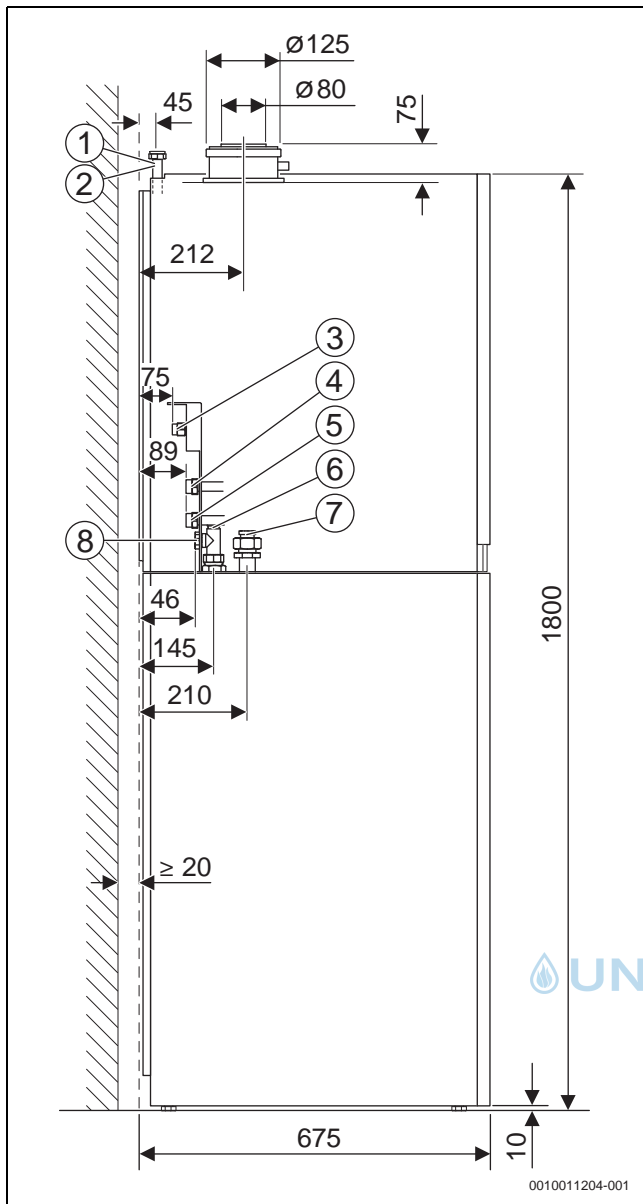
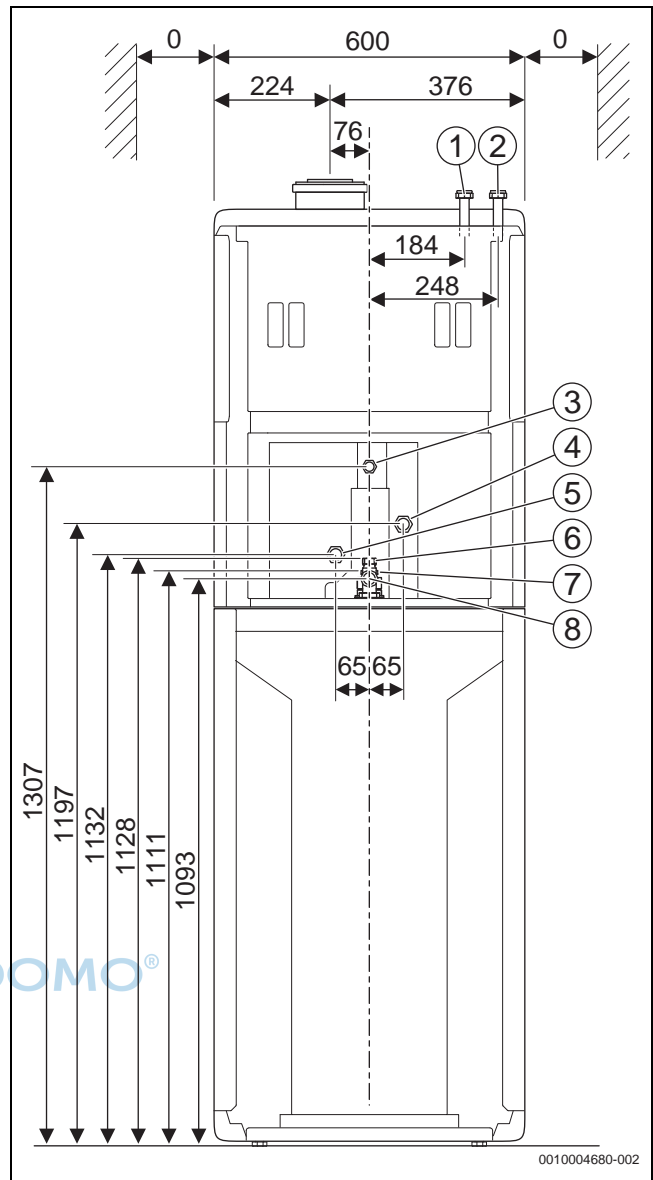

Bild 22 Abmessungen und Anschlüsse für GB192iT ohne Zubehör (Maße in mm)
Bild 23 Abmessungen und Anschlüsse für GB192iT ohne Zubehör (Maße in mm) (Empfohlener Wandabstand  $\geq 50$  mm)
**Legende zu Bild 22 und Bild 23:**